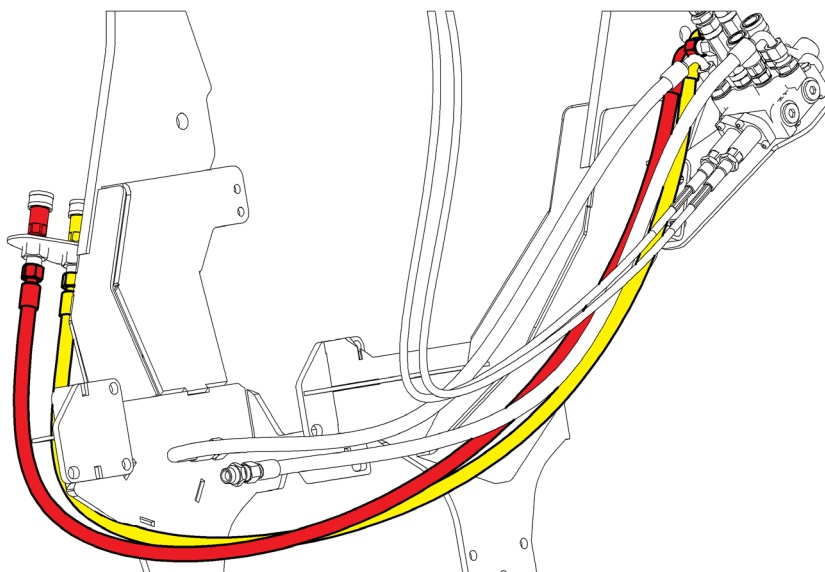

Рис. 3.12
3.2.4. Присоединить РВД длиной 2400 мм из комплекта погрузчика угловыми концами с гайкой M20x1,5 к тройникам, установленным на правом кронштейне БРС (рис. 3.12). Другие концы РВД, с гайкой M20x1,5, соединить с переборочными, установленными на левом кронштейне БРС.